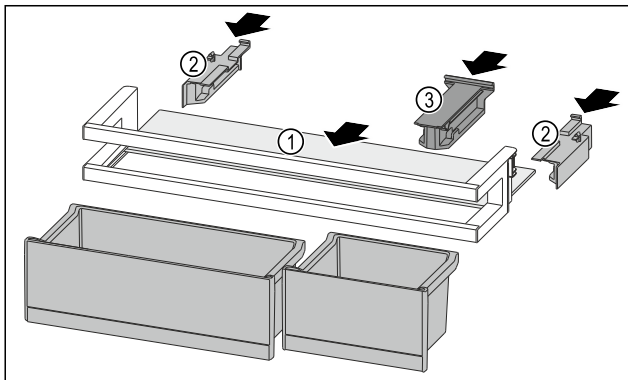

Fig. 95
- ▶ Wsunąć półkę Fig. 95 (1) w boczne wycięcia.
- ▶ Włożyć elementy boczne Fig. 95 (2).
- ▶ Włożyć element trzymający Fig. 95 (3).